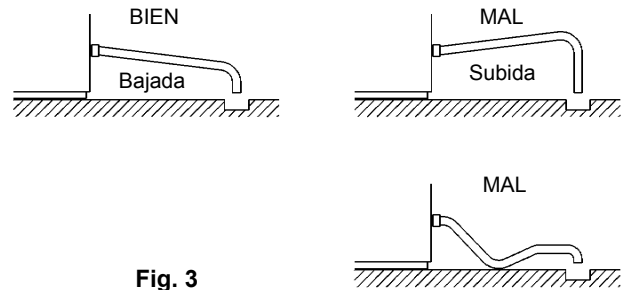

Fig. 3
\* Para evitar una contracorriente en la cubeta de almacén, el tubo de salida debe instalarse como se indica en la fig. 3.
3) Instalar la tubería de salida flexible gris (accesorio) en accesorio R3/4 de la parte trasera del productor según se ha indicado, y comprobar el ajuste de la arandela de goma antes de apretar manualmente la unión. Podrá cortarse la tubería según sea necesario para adecuarla a la posición del desagüe principal (fig. 3).